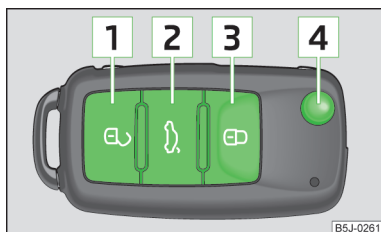

Fig. 16
► Pulse la tecla **1** » fig. 16.
► Pulse la tecla **3** » fig. 16.
► Pulse la tecla **3** » fig. 16 dos veces en 2 segundos. Para más información » página 34.
► Pulse la tecla **2** » fig. 16. Para más información » página 40.
► Pulse la tecla **4** » fig. 16.
► Pulse la tecla **4** » fig. 16 y pliegue el paletón de la llave.
El desbloqueo del vehículo se indica mediante dos parpadeos de las luces intermitentes. Si se desbloquean las puertas del vehículo con la tecla **1** » fig. 16 sin abrirse ninguna puerta ni la tapa del maletero en los 30 segundos siguientes, las puertas del vehículo se volverán a bloquear automáticamente y se activa el seguro Safe, o bien la alarma antirrobo. Esta función impide un desbloqueo accidental del vehículo.